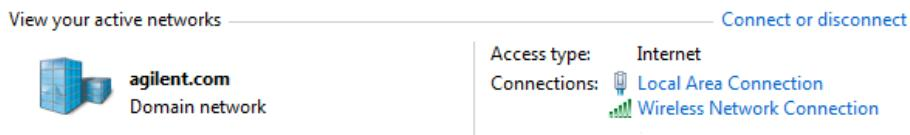

图 13 网络和共享中心 – 查看活动网络
- b 在 **Network and Internet (网络和 Internet)** 下, 单击 **View network status and tasks (查看网络状态和任务)** (图 13)。“网络和共享中心”窗口将打开, 显示您的活动网络连接 (图 13)。请注意, 根据您当前的网络设置, “网络和共享中心”的外观可能与 图 13 所示稍有不同。